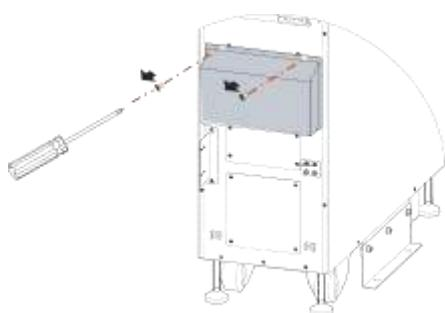
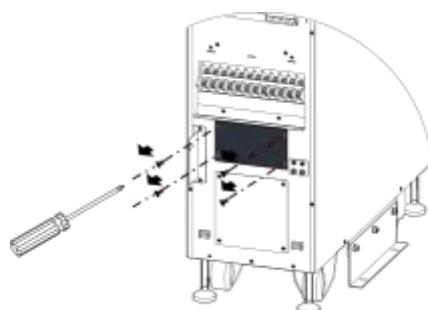

Рис. 3-17 Открутите винты кабельной крышки
Рис. 3-18 Открутите винты, крепящие крышку отсека установочной перемычки
**ШАГ 1** Открутите винты крышки кабельного отсека (как показано на Рис. 3-17), снимите крышку. Затем отвинтите крышку отсека для перемычки установки режима (как показано на Рис. 3-18), и снимите крышку.